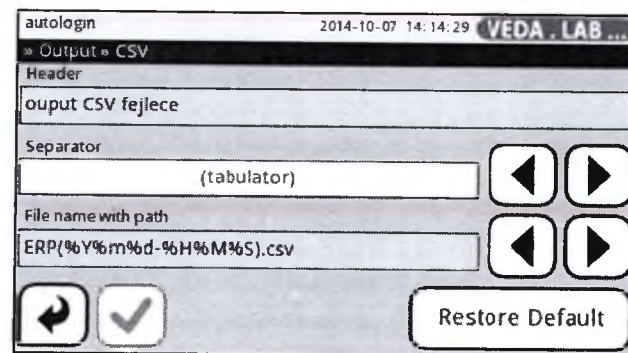

Рис. 48: Меню Передача> CSV (Output>CSV)
- 3 В меню **Передача> CSV (Output >CSV)** коснитесь текстового поля **Заголовок (Header)** для входа в меню (см. Рис. 48) и введите текст заголовка передаваемых данных.
i Если вы хотите экспортировать данные в файл с расширением .txt, у вас есть возможность указать имя файла. Коснитесь текстового поля **Имя и путь файла (File name with path)** для появления окна ввода (см. Рис. 48) и введите нужное имя файла. Если имя файла не будет задано, то система сгенерирует его самостоятельно, используя дату и время создания.